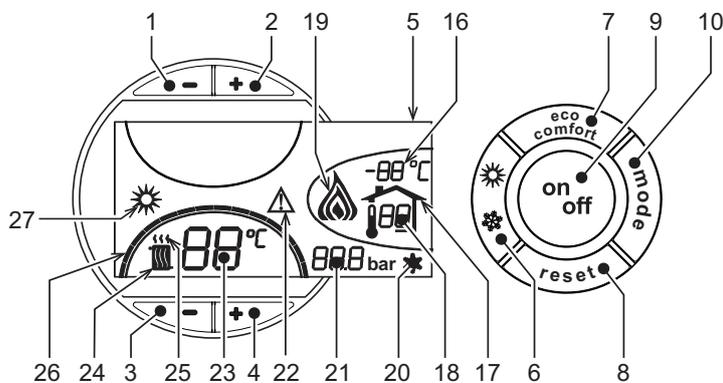
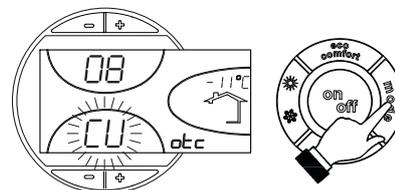
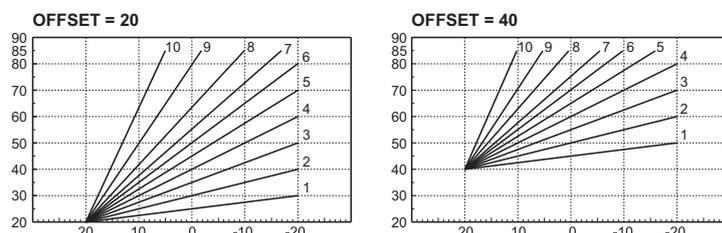

рис. 1 - Панель управления
рис. 9 - Кривая погодозависимого регулирования
рис. 12 - Пример параллельного смещения кривых погодозависимого регулирования
Нажмите клавишу on/off (поз. 9 - рис. 1) в течение 1 секунды.
Для повторного включения котла снова нажмите клавишу on/off (поз. 9 рис. 1) в течение 1 секунды.
- Нажмите кнопку ВКЛ/ВЫКЛ (9 - рис. 1)
Нажмите клавишу **Лето/Зима** (поз. 6 - рис. 1) на 1 секунду.
На дисплее высвечивается символ "Лето" (поз. 27 - рис. 1). При этом котел будет вырабатывать только воду для ГВС. Остается активной система защиты от замерзания.
Для выключения режима "Лето" вновь нажмите клавишу **Лето/Зима** (Поз. 6 - рис. 1) на 1 секунду.
Температура в системе отопления регулируется в пределах от 30°C до 80°C с помощью клавиш (дет. 3 и 4 -)рис. 1.
Температура в системе ГВС регулируется в пределах от 10°C до 65°C с помощью клавиш (поз. 1 и 2 - рис. 1).
При установке внешнего датчика (опция) на дисплей панели управления (поз. 5 - ) выводится рис. 1 текущая внешняя температура, измеряемая этим датчиком. При этом система управления котлом работает в режиме "Плавающая температура". В этом режиме температура воды в системе отопления регулируется в зависимости от внешних климатических условий с тем, чтобы обеспечить максимальный комфорт и экономию энергии в течение всего года. В частности, при увеличении температуры наружного воздуха уменьшается температура подаваемой в систему отопления воды в соответствии с определенной "характеристикой компенсации".
В режиме плавающей температуры величина, заданная с помощью клавиш регулировки отопления (поз. 3 и 4 - рис. 1), становится максимальной температурой воды системы отопления. Рекомендуется устанавливать ее на максимальную величину, чтобы позволить системе выполнять регулировку во всем полезном рабочем диапазоне.
При однократном нажатии на клавишу **Режим** (поз. 10 - рис. 1) отображается фактическая компенсационная кривая (рис. 9), которую можно изменить с помощью **клавиш системы ГВС** (поз. 1 и 2 - рис. 1).
При нажатии **клавиш регулировки температуры отопления** (поз. 3 и 4 - рис. 1) обеспечивается доступ к режиму параллельного изменения кривых (рис. 12), изменяемого с помощью **клавиш системы ГВС** (поз. 1 и 2 - рис. 1).
При повторном нажатии клавиши **Режим** (поз. 10 - рис. 1) осуществляется выход из режима регулировки параллельных кривых.
Если к котлу подключено устройство дистанционного управления с таймером (опция), вышеописанные регулировки производятся в соответствии с указаниями, приведенными в таблице 1. При этом на дисплее пульта управления (поз. 5 - рис. 1) высвечивается температура в помещении, измеряемая устройством дистанционного управления.